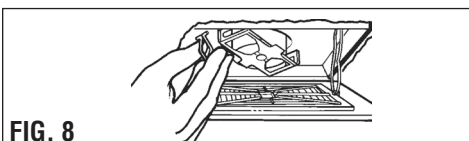

FIG. 8
8. Squeeze the grille springs and insert into the two slots on the motor plate. Push grille up until grille legs or grille is flush with ceiling or wall (FIG. 8).
8. Serrer les ressorts de la grille et les insérer dans les deux fentes sur la plaque du moteur. Pousser la grille jusqu'à ce que les pattes de la grille ou la grille soient à ras avec le plafond ou le mur (FIG. 8).